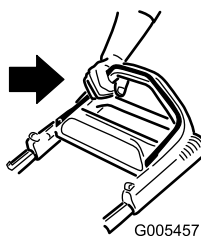

Figura 13
2. Sujete la barra de control de la cuchilla contra el manillar (Figura 13).